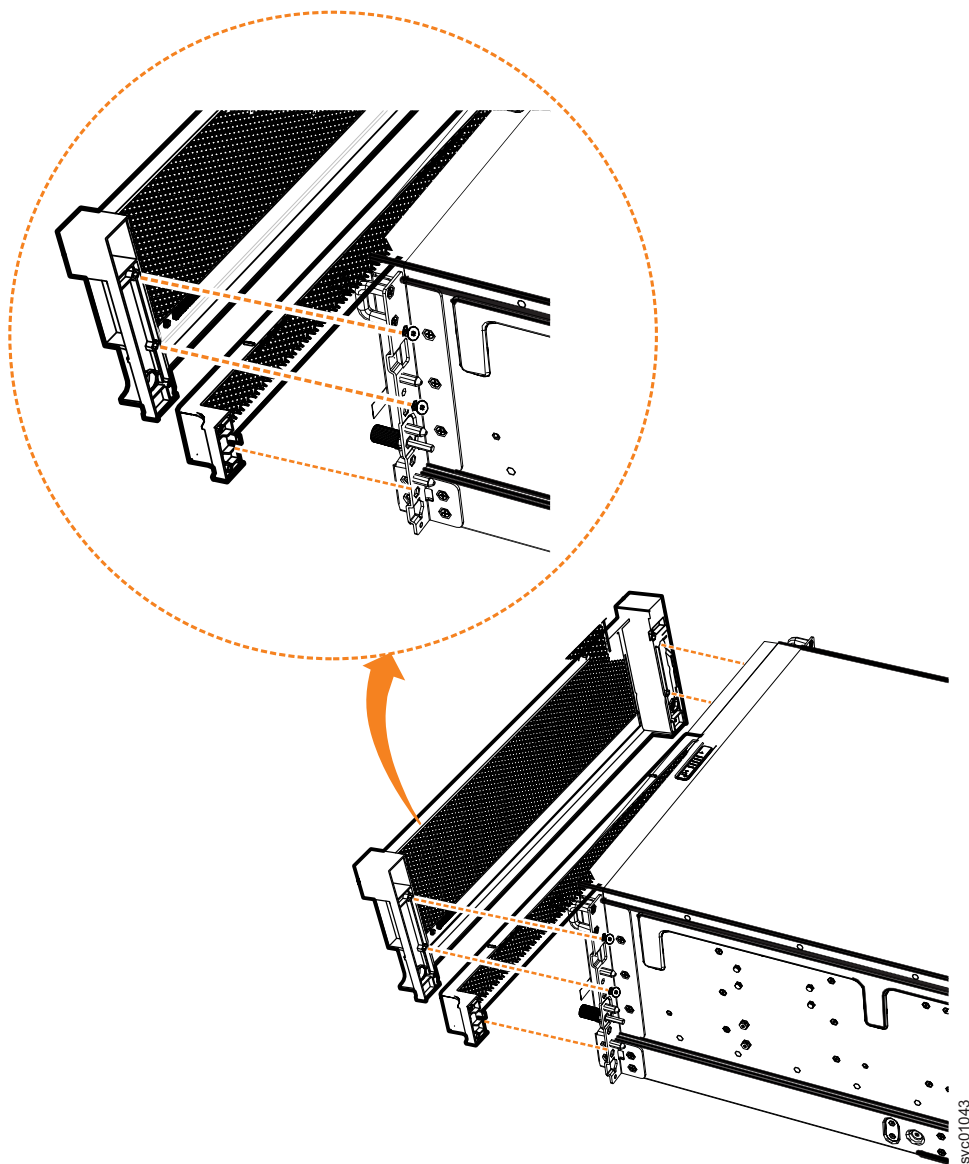

图 96. 从扩展机柜上卸下面板组件
2. 通过卸下用于将面板连接到机箱两侧凸缘上的两颗螺钉来卸下前部面板，如第 97 页的图 96 中所示。
3. 轻轻地拉动 PSU 面板两侧以从机箱中将其卸下，如图 96 中所示。PSU 面板将与用于将其连接到机箱两侧的插槽和插销脱离。